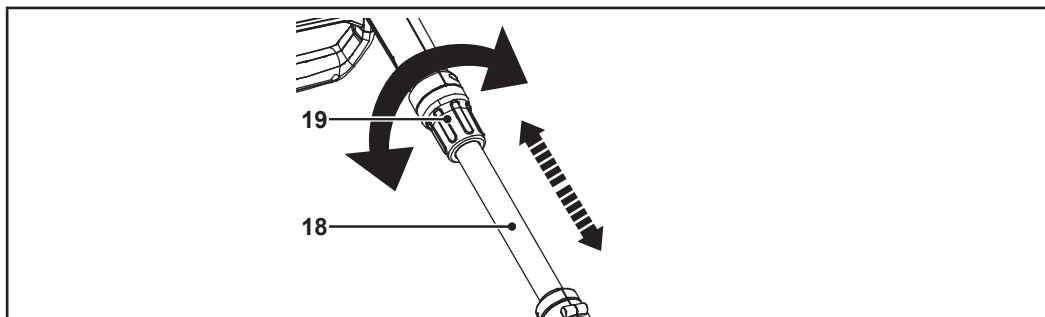

Fig. 5
1. Desaperte o bloqueio do tubo de extensão (19) (Fig. 5).
2. Ajuste o tubo de extensão (18) (Fig. 5).
3. Aperte o bloqueio do tubo de extensão (19) (Fig. 5).
4. Certifique-se de que o tubo de extensão (18) está bloqueado.